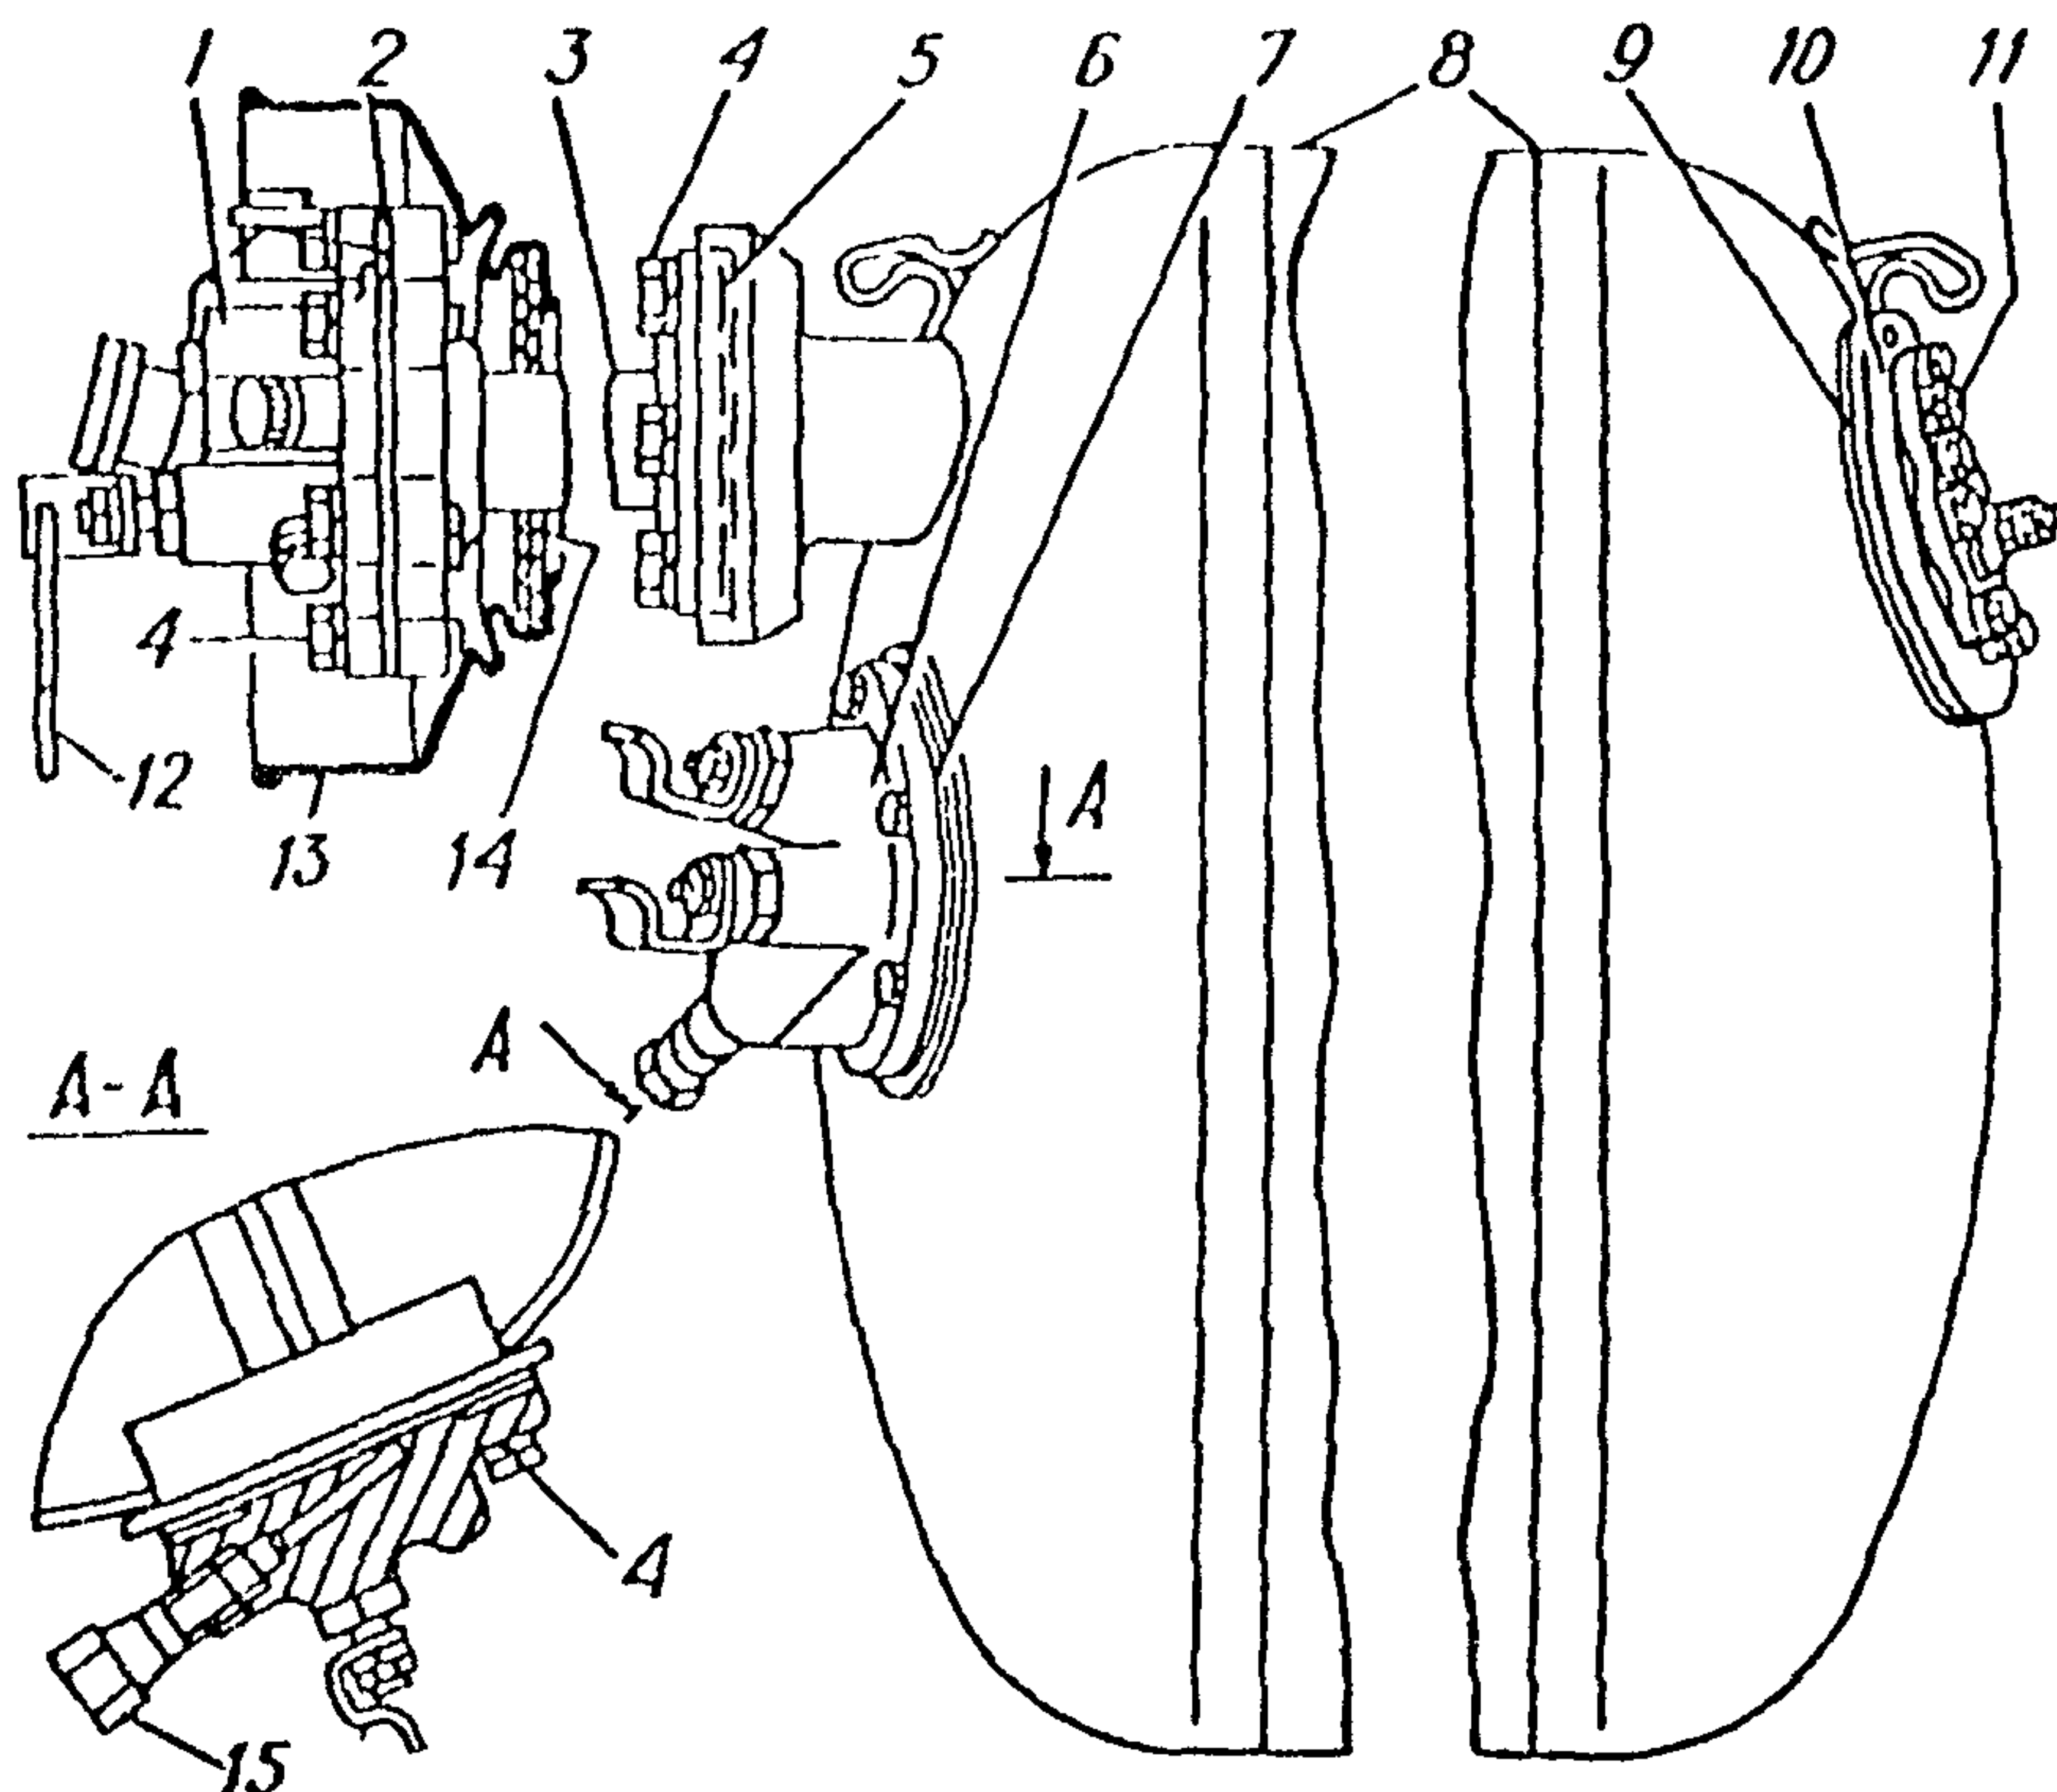

Рис. 5.17. Газовый баллон с арматурой
1) надеть на переходную трубу 3 (рис.5.17) защитный чехол 13 и разрезные уплотняющие кольца 14, заправить кольца в чехол как показано на рисунке, направив разрезы колец в противоположные стороны;